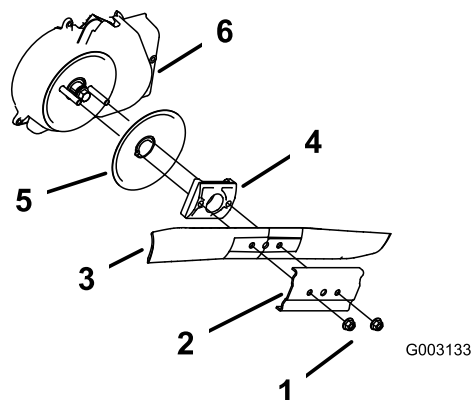

Figure 31
3. Retirez les 2 écrous de la lame et le renfort (Figure 31).
4. Déposez la lame (Figure 31).
5. Posez la nouvelle lame (Figure 31).